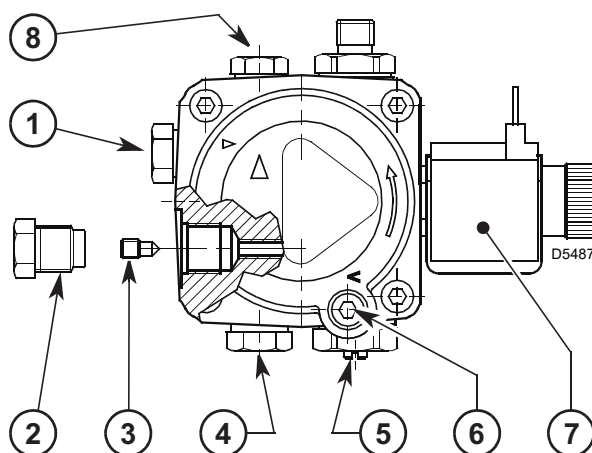
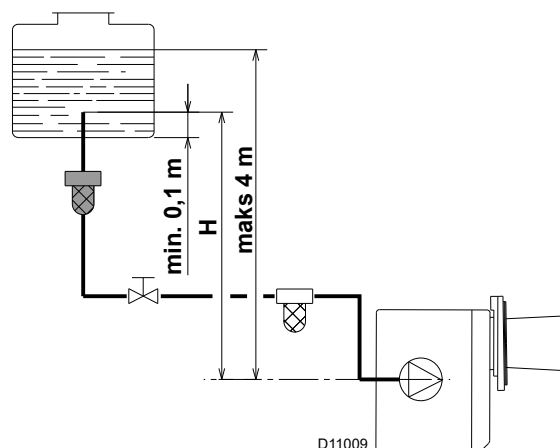
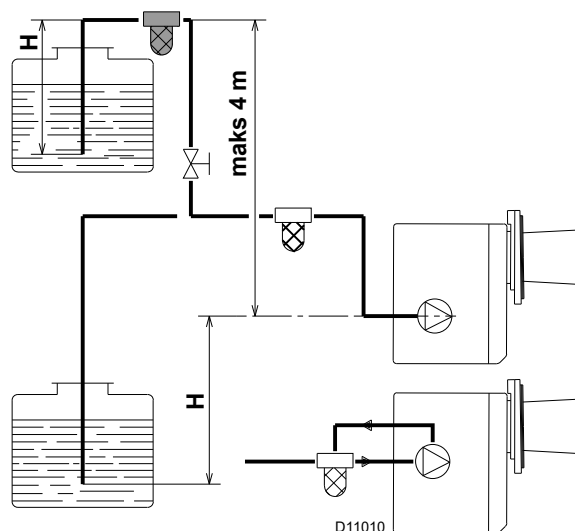

Fig. 11
Fig. 12
Fig. 13
For drift med ett rør er det nødvendig å løsne returlokket 2) Fig. 11, ta ut bypass-skrue 3) og skru fast lokket 2) igjen.
- Pumpen er kalibrert i fabrikken på 12 bar. Hvis nødvendig, kalibrer trykket med skruen 5) Fig. 11.
De trykksatte ettrørssystemene (Fig. 12) har et positivt brennstofftrykk ved inngangen til brenneren.
Etrørssystemene med vakuum (Fig. 13) har et negativt brennstofftrykk (depresjon) ved inngangen til brenneren.
Til tanken anbefaler produsenten et oljefilter av god kvalitet (Fig. 12-Fig. 13) og et sekundærfilter (60 μ for fyringsolje og 15 μ for kerosene) for å beskytte brennerens pumpe og dyse mot kontaminering.
På systemet vist på Fig. 12 er det nok å skru løs lokket på vakuummåleren 4) (Fig. 11) og vente til brennstoffet renner ut.
På systemet vist på Fig. 13 tennes brenneren og venter på at innsugingen skal starte. Hvis det oppstår en stopp før brennstoffet når frem, vent i minst 20 minutter før du gjentar oppgaven.